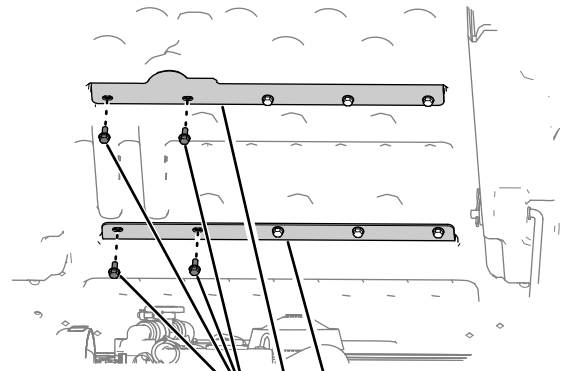

Figura 4
- 1. Rivolgetevi verso la parte inferiore del pianale sollevato e rimuovete gli altri 2 bulloni rimasti (5/16 x 3/4 poll.) che fissano ognuno dei 2 supporti al pianale (Figura 4).